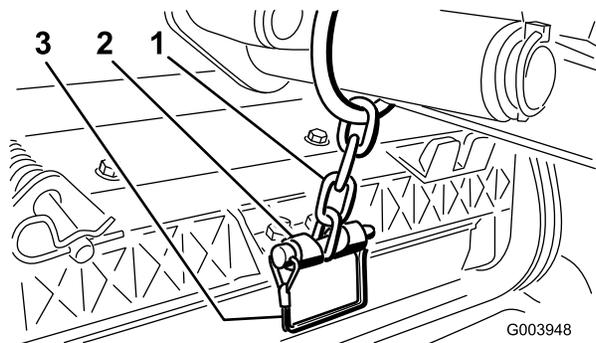

Рисунок 10
11. Прикрепите цепь подъемного рычага к кронштейну цепи с помощью стопорного штифта (Рисунок 10).